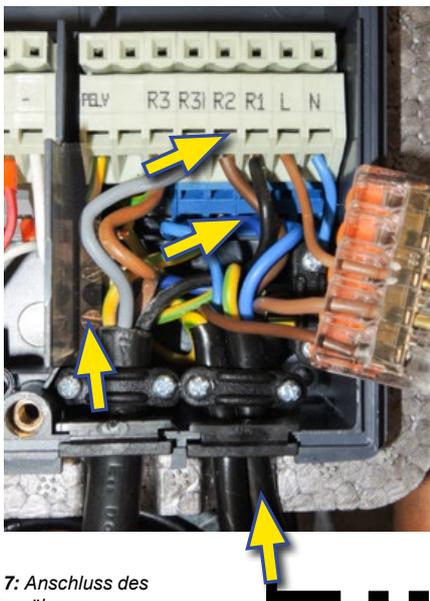

Abb. 7: Anschluss des Umwälzpumpe.
- ✓ Führen Sie den Pumpenkabel in der Steuereinheit durch die entsprechende Kabeldurchführung, wie auf dem Foto in Abb. 7 gezeigt.